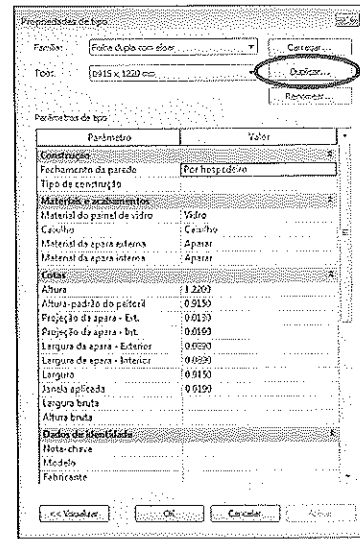
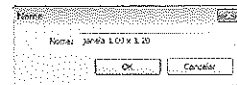

Figura 8.33 – Duplicação da janela.
Figura 8.34 – Nome da janela.
2. Em seguida, selecione **Propriedades de tipo** e, na caixa de diálogo, clique em **Duplicar**, Figura 8.33. Dê um nome à nova janela, Figura 8.34.